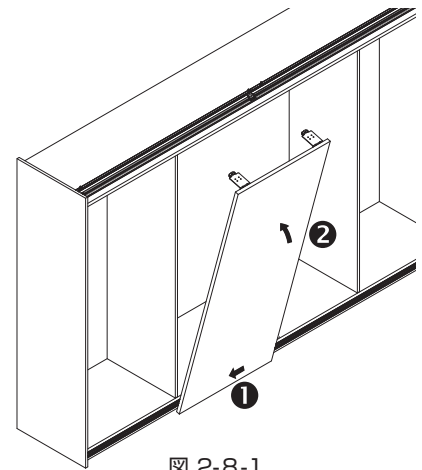

図 2-8-1
- (1) 向かって右側の扉のローラー① (60GR-FSは⑫、⑬) を、下用のレール⑯または⑳に先に組み込んでください。
それから、ガイド②を上用のレール(⑰または⑱)に組み込んでください(図 2-8-1)。